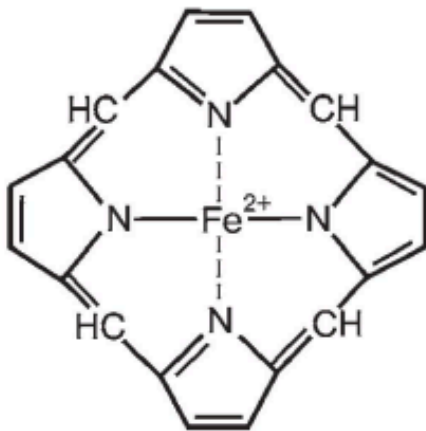

Рис. 22. Молекула гемоглобіну
Гемоглобін – один із більш складних природних комплексів, містить гем, комплекс катіона феруму(II) з порфірином (рис. 22). Білкова частина молекули гемоглобіну (глобін) утворена чотирма поліпептидними ланцюжками. Без глобіну гем не може здійснювати свої біологічні функції. Гемоглобін приєднує кисень і розносить його по кровоносній системі з легенів до кожної клітини тіла. Хлорофіл зелених рослин за будовою нагадує гемоглобін, але комплексують у цій сполуці є катіон  $\text{Mg}^{2+}$ .